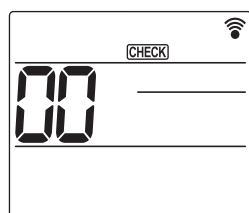

Fig. 6-7
- 2 Premere il pulsante [MENU] per 5 secondi. (Fig. 6-7)